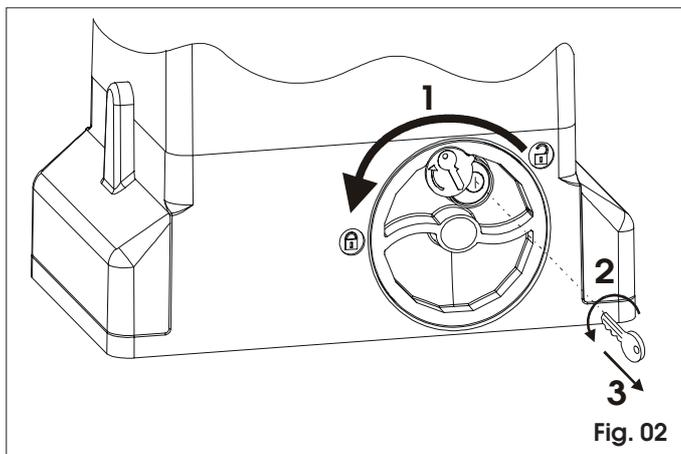

Fig. 02
- 1) Ruotare il sistema di sblocco in senso antiorario sino al suo arresto, Fig.02 rif.1.
- 2) Ruotare la chiave in senso antiorario ed estrarla dalla serratura, Fig.02 rif. 2 e 3.